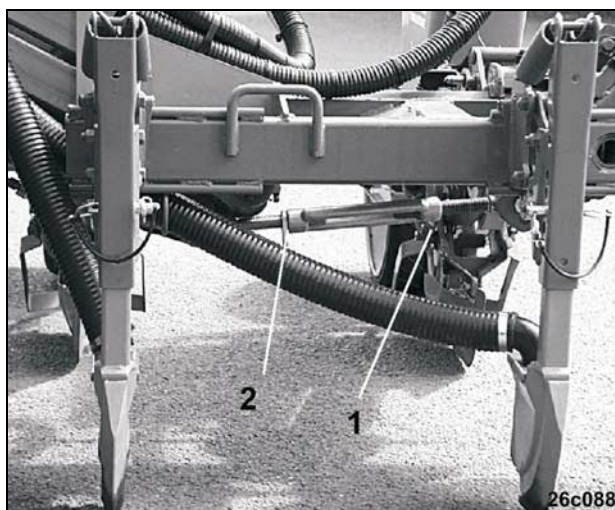

Fig. 102
- De spanschroef (Fig. 102/1) aan de markeurarm zo afstellen, dat de markeurschijven nog net de grond raken
- Spanschroef met contraemoer (Fig. 102/2) borgen.